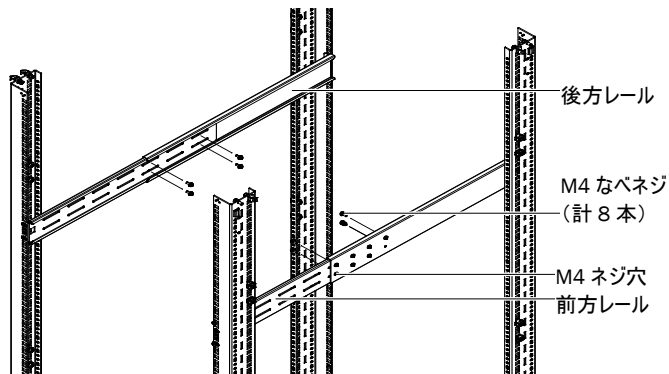

図 2-9 後方・前方レール取付け
6. それぞれのスライドレールで、後方レールと前方レールを M4 なベネジ 4 本でつなげて固定します(図 2-9)。